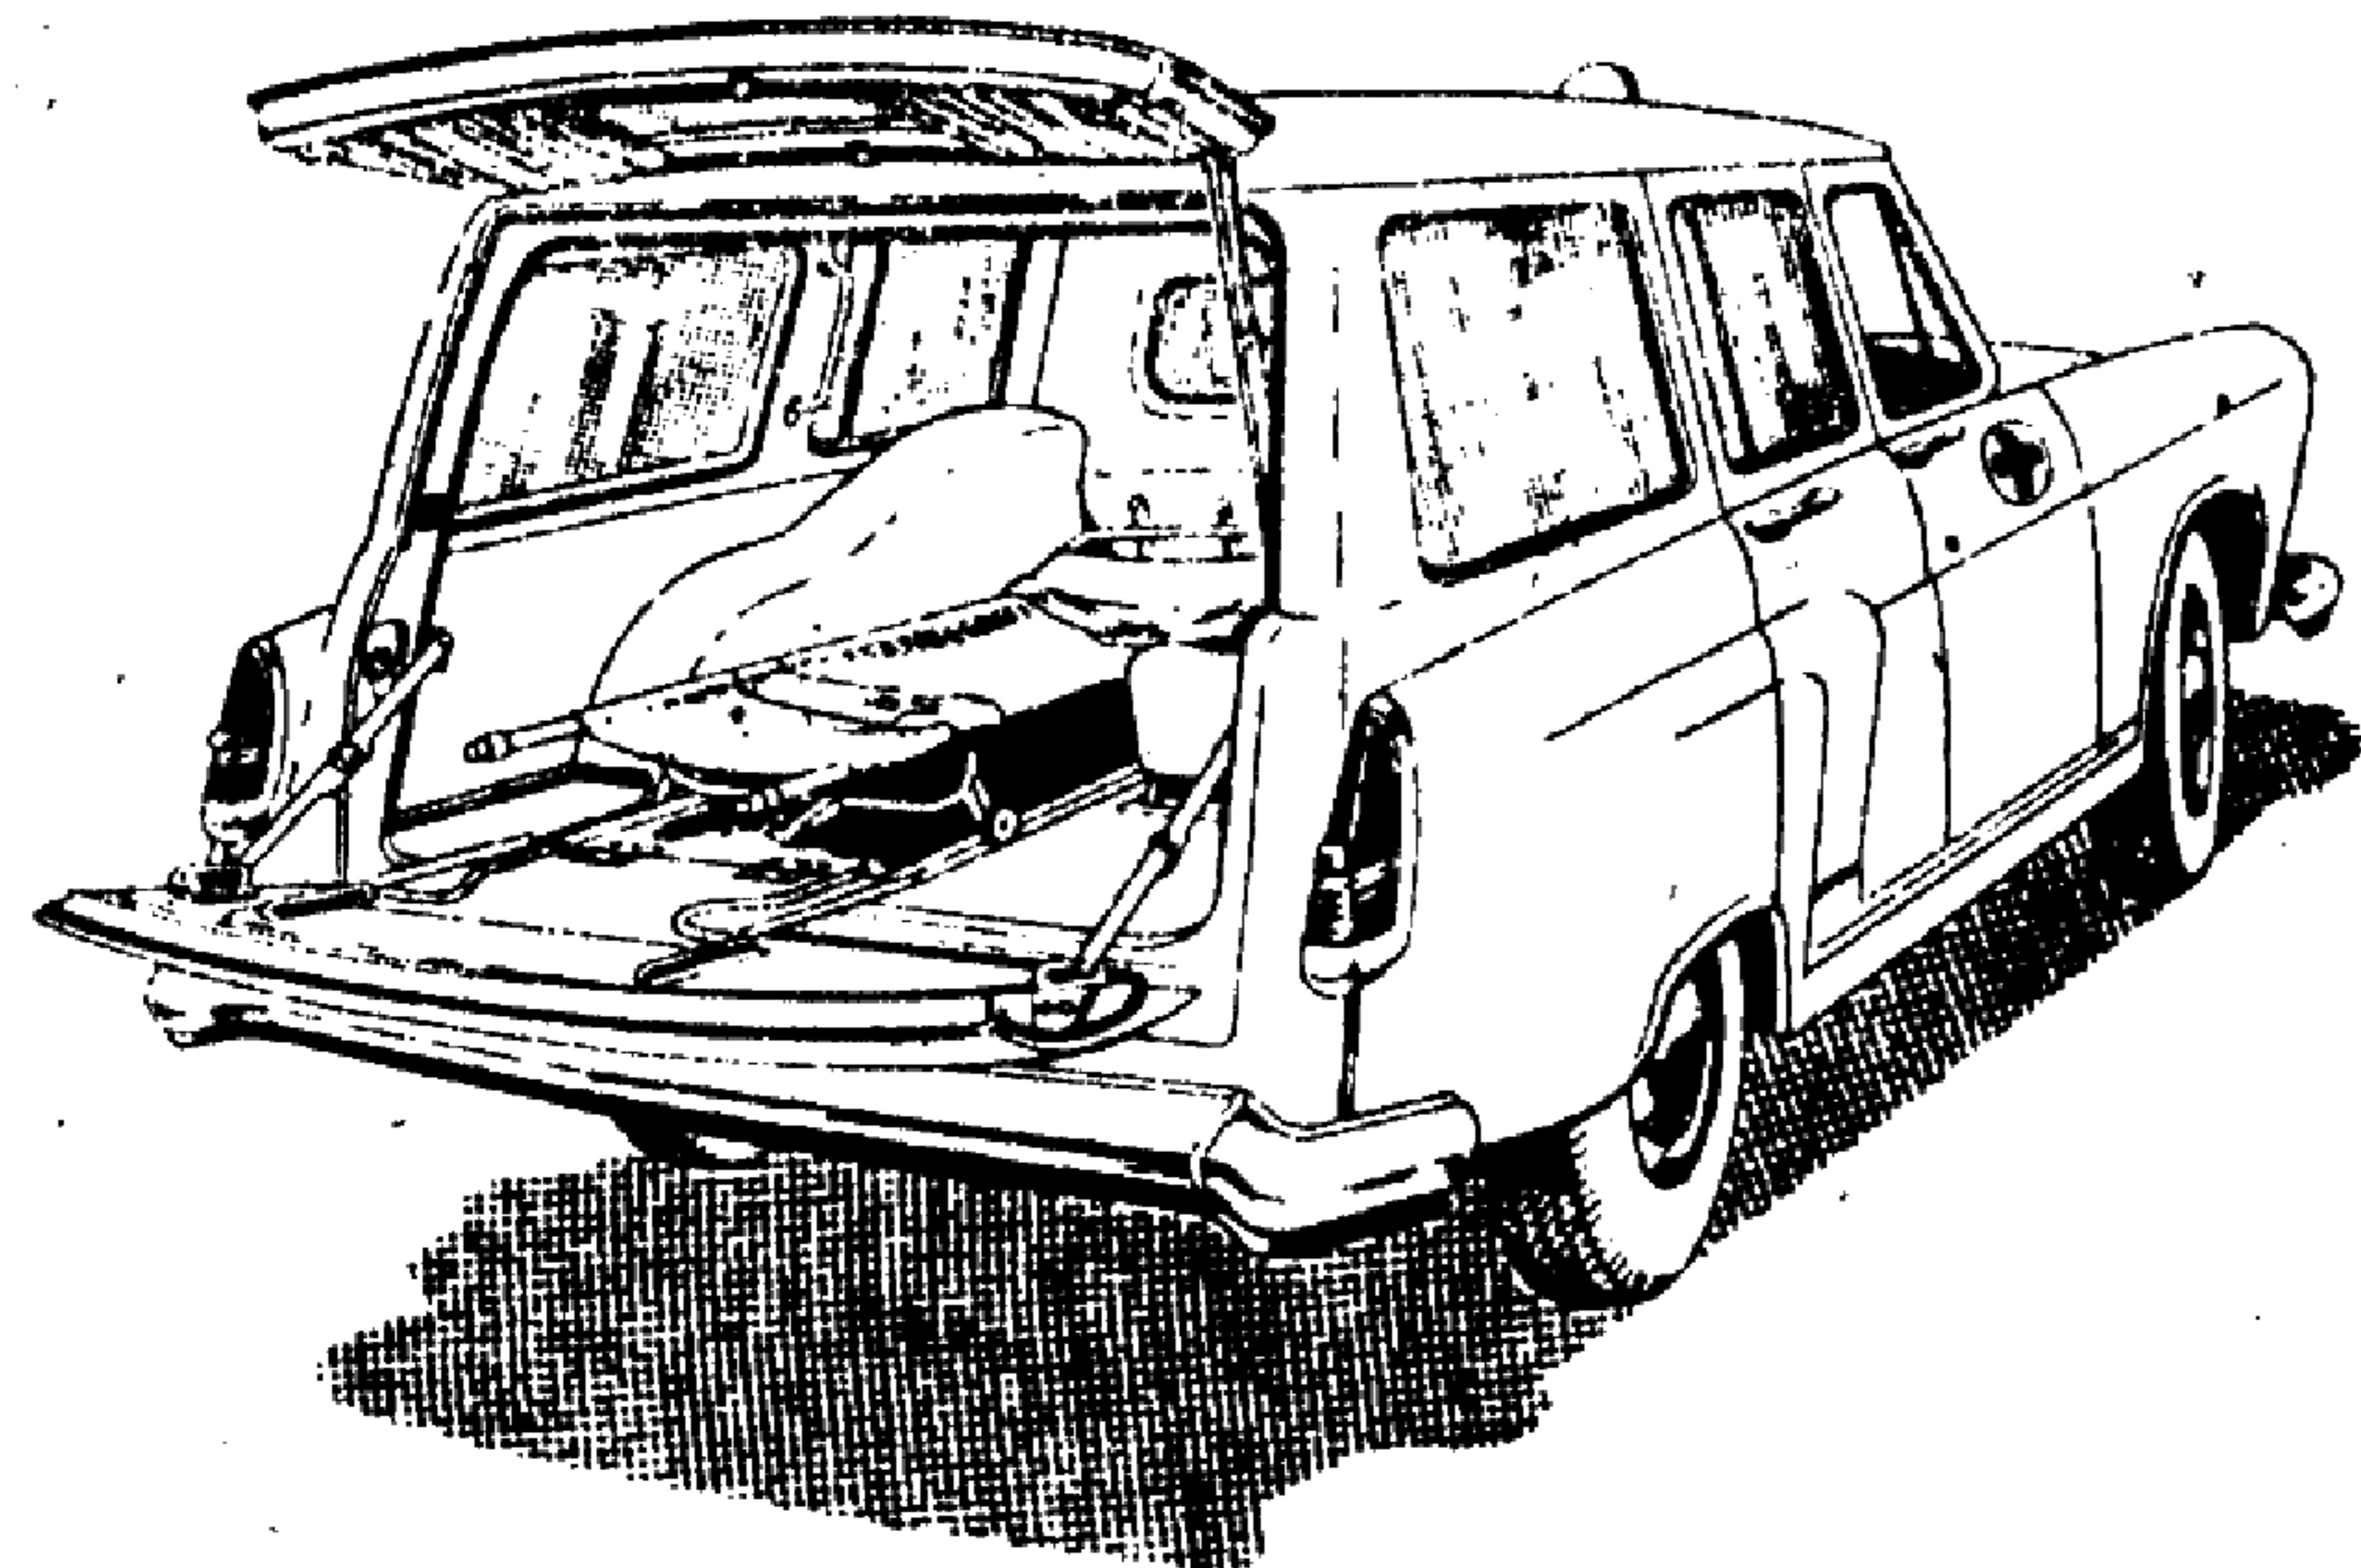

Рис. 97. Вид на санитарный автомобиль с открытой дверью задка.
*Кузов санитарного автомобиля* — металлический, пятидверный, пятиместный имеет два отделения: впереди—два сиденья, одно из них для водителя, сзади—раскладной столик, два раскладных сиденья и одно лежащее место на съемных носилках (рис. 97). Между обоими отделениями кузова имеется переговорное отверстие с заслонкой.